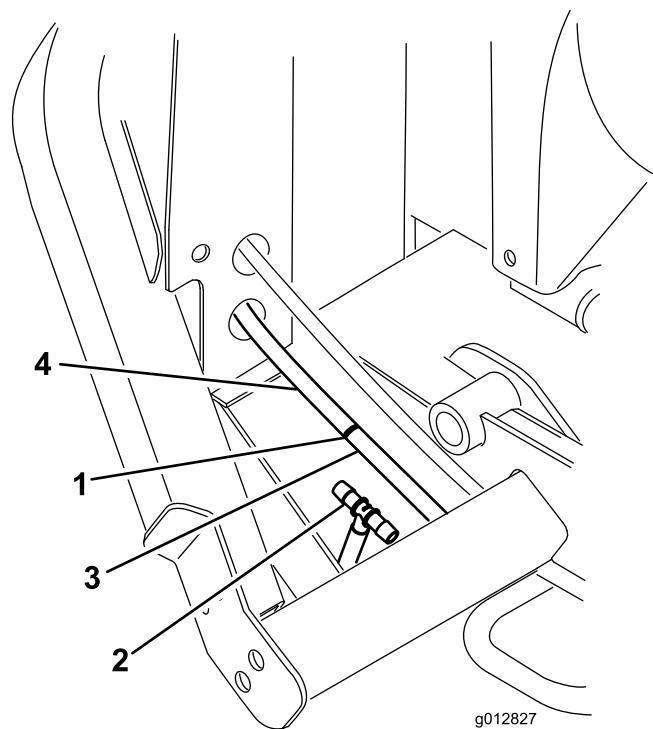

Figura 17
- B. Misurate circa 12,7 cm dal telaio del radiatore e tagliate il flessibile di ritorno del radiatore dell'olio (Figura 17).